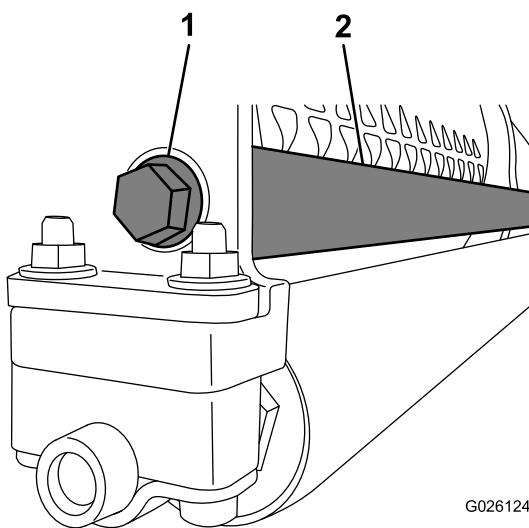

Figura 5
4. Serrate l'estremità filettata dell'asta della zavorra al telaio mediante un bullone a testa flangiata (Figura 5).